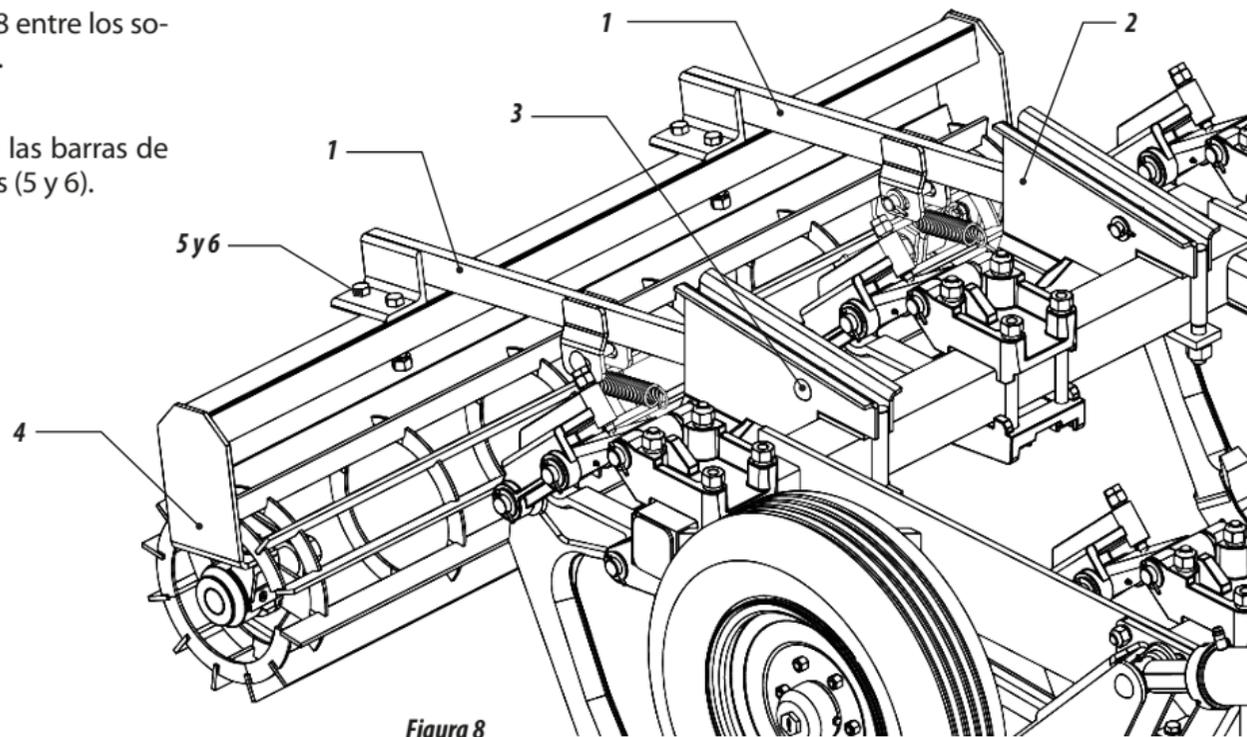

Figura 8
11 - Introducir las barras de oscilación (1) figura 8 entre los soportes de fijación (2) y fijar con los pernos (3).